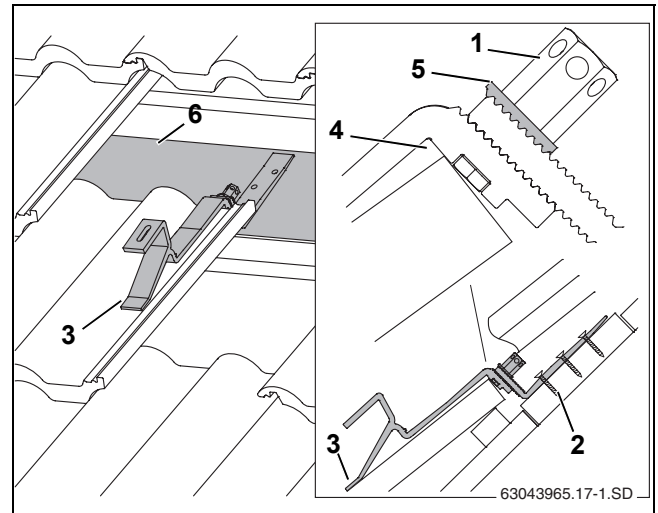

Fig. 14 Cârlige de acoperiș montate (pentru ca această imagine să fie mai clară, nu s-au reprezentat unele țigle)
- ▶ Punctul de sprijin pe țiglă trebuie să se afle în partea anterioară astfel încât în cazul unei încărcări cârligul să se sprijine pe partea concavă a ondulației (Fig. 14, [3]).
În acest caz, cârligul de acoperiș trebuie să se poată mișca ușor pe muchia superioară a țiglei (Fig. 14, [2]). Dacă este necesar, ajustați țiglele în partea superioară.
- ▶ Împingeți în jos partea inferioară a cârligului de acoperiș până când aceasta se sprijină pe căprior, respectiv pe scânduri/dulapi (Fig. 14, [6]).
Șaiba suport zimțată (Fig. 14, [5]) trebuie să se prindă în îmbinarea dințată a părții inferioare a cârligului.
- ▶ Strângeți piulița lungă hexagonală (Fig. 14, [1]). Pentru aceasta, introduceți cheia cu deschidere de 5 în orificiu și răsuciți-o.
- ▶ Fixați partea inferioară a cârligului de acoperiș pe căprior cel puțin în primul (Fig. 14, [2]) și în cel de-al doilea orificiu folosind șurburile adecvate.